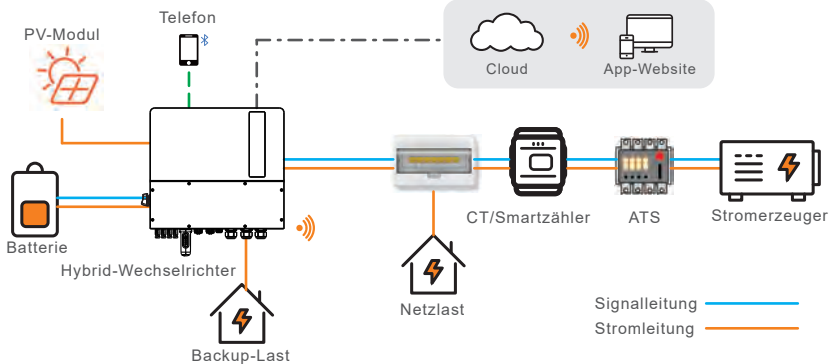

Abbildung 3.4 Typisches Diagramm für ein netzunabhängiges Szenario
- Wenn der Generator über ein ATS auf der Netzseite angeschlossen ist (Abbildung 3.4), sind CT-Klemmen oder ein Smart Meter erforderlich.